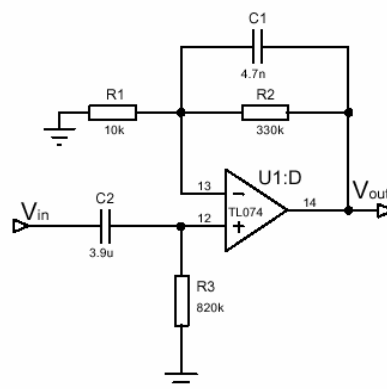

Figura 2: Circuito de um filtro passa banda entre 0.05 e 100 Hz.
O amplificador operacional (AmpOp) que iremos utilizar é o popular 741 e/ou 071. Ele possui 8 pinos, numerados ao contrário do movimento dos ponteiros de um relógio, iniciando pelo pino superior esquerdo (em geral o pino 1 é marcado por um ponto em baixo relevo, ou por uma meia lua no topo superior do CI, como mostra a **figura 1a**). A saída dc do amplificador é zerado usando um trimpot de offset conectado entre o pino 1 e o pino 5, com o terminal móvel do *trimpot* conectado em  $-12V$ , conforme ilustra a **figura 1b**, mas para nosso experimento este procedimento não será necessário. A tensão que será utilizada para alimentar o CI (circuito integrado) é de  $\pm 12V$ . Na **figura 2** mostramos o esquema interno do 741.
A figura 2 mostra o circuito do filtro passa banda. Neste circuito a resistência R3 e o capacitor C2 atuam como um filtro passa-alto e o valor destes elementos define a frequência de corte inferior (fL), que deve ser em torno de 0.05 Hz. Já a resistência R2 e o capacitor C1, formam o filtro passa baixo, que define a frequência de corte superior (fH) que deve ser em torno de 100 Hz.
- Monte o filtro da figura 2, use valores de  $C1$  e  $C2$  próximos daqueles indicados no circuito. Coloque na entrada  $V_{in}$  um sinal de 100 mV e varie a frequência para determinar as frequências de corte  $f_L$  e  $f_H$ . **Lembre que a frequência de corte é aquela em que a amplitude do sinal cai à metade (6 dB).**